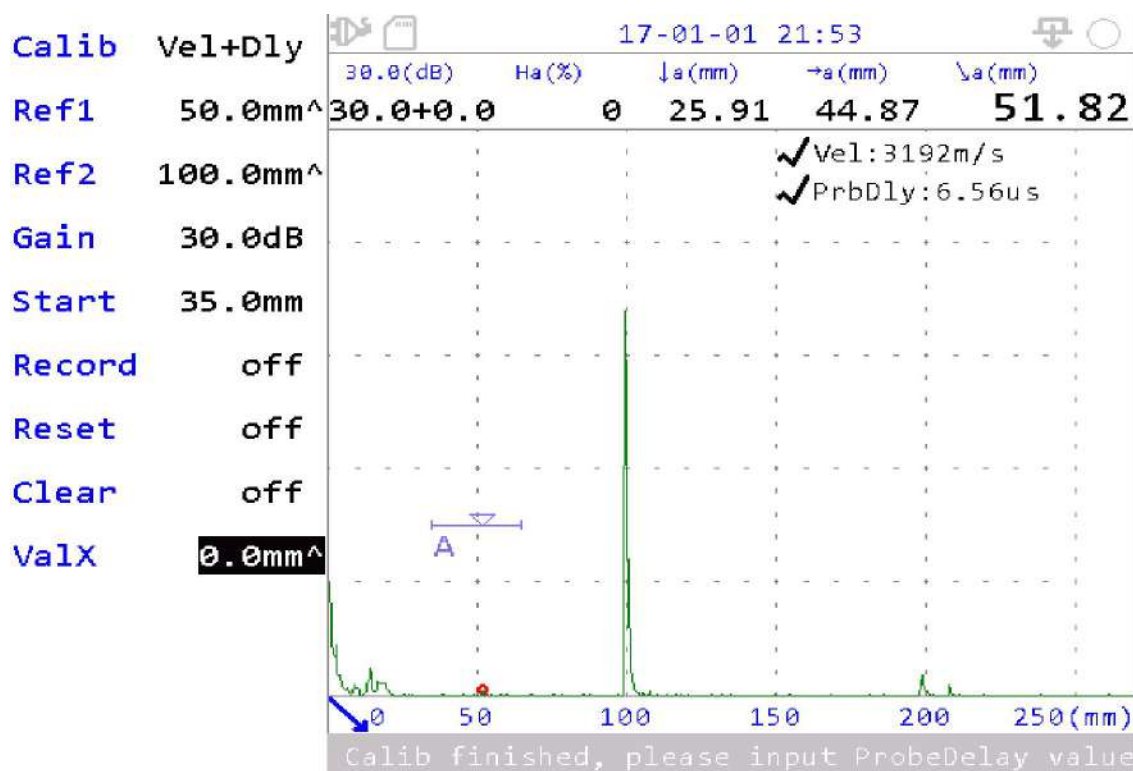

Fig. 2-10 Flanco del transductor
7) En la parte inferior de la pantalla, solicita ingrese ✓ el valor real del flanco de del transductor de acuerdo con la colocación del transductor al calibrar como se muestra en la Fig. 2-10.